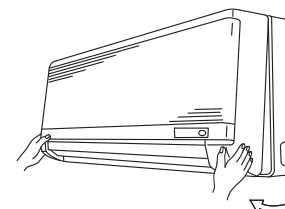

Fig. 3-161
- (6) Remove the grille. (Fig. 3-161)